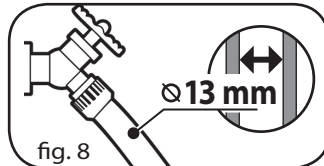

fig. 8
4. Collegare il tubo all'alimentazione dell'acqua fredda ed aprire completamente il rubinetto (fig.8).